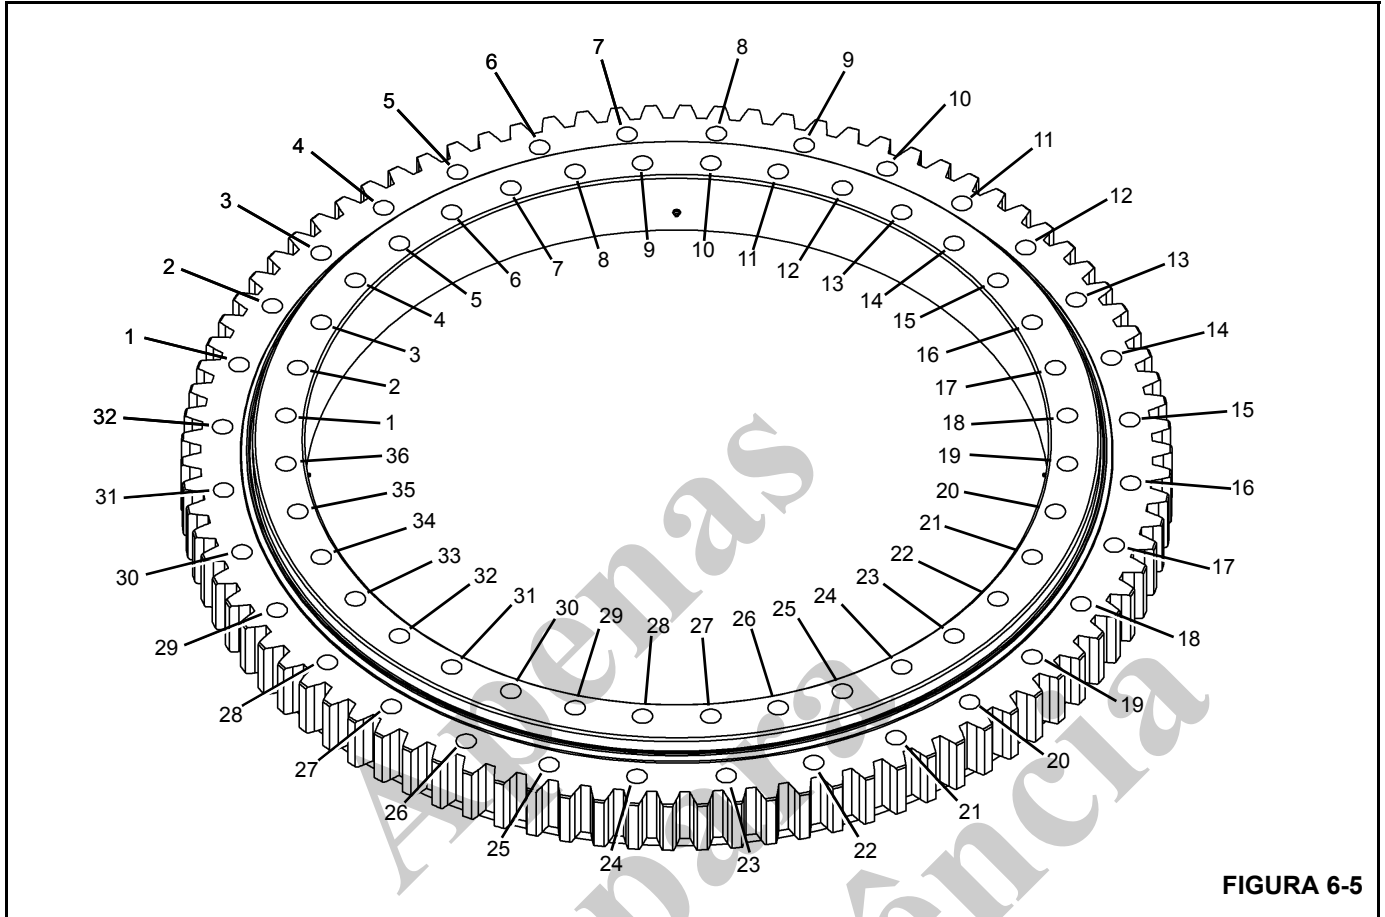

FIGURA 6-5
A pista interna do rolamento é fixada na torre por 36 parafusos de 7/8 pol., Grau 8 (Figura 6-5). A pista externa do rolamento é fixada na estrutura do transportador por 32 parafusos de 3/4 pol., Grau 8 (Figura 6-5).
2. Aperte os oito parafusos (Figura 6-5) com um torque de 637 Nm \pm 27 Nm (470 lb-pé \pm 20 lb-pé) usando o seguinte padrão de sequência: 1, 19, 10, 28, 6, 23, 15 e 33. As ferramentas usadas são o terminal, o multiplicador, o adaptador de folga, as extensões necessárias e o torquímetro.
Aperte os oito parafusos (Figura 6-5) com um torque de 637 Nm \pm 27 Nm (470 lb-pé \pm 20 lb-pé) usando o seguinte padrão de sequência: 1, 17, 9, 25, 4, 20, 12, e 28. As ferramentas usadas são o terminal, o multiplicador, o adaptador de folga, as extensões necessárias e o torquímetro.